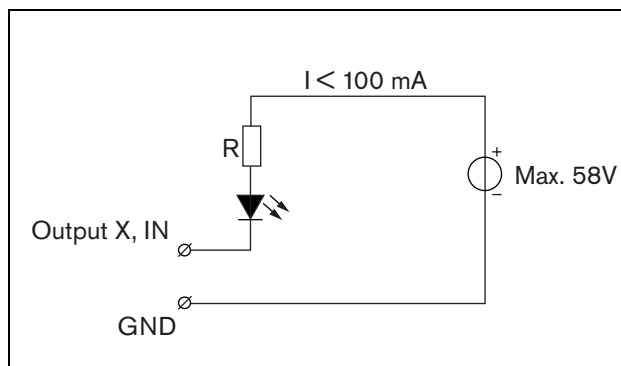

figura 13.8: LED ad alimentazione esterna
- Spia o LED ad alimentazione esterna. Per un diagramma di connessione, vedere figura 13.8.
Il valore di resistenza R in figura 13.8 dipende dalla tensione della sorgente esterna, dalla tensione diretta del LED e dal flusso di corrente attraverso il LED: